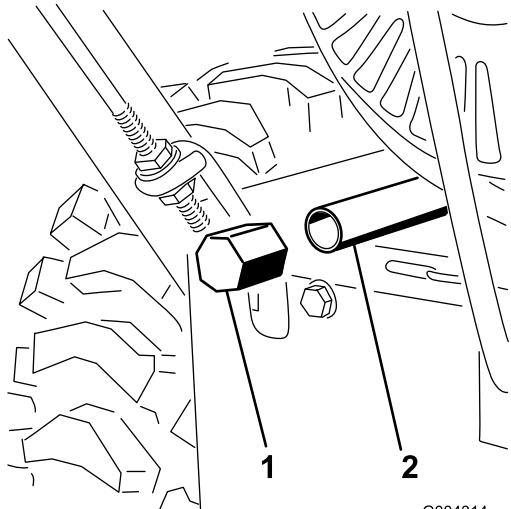

Bild 26
3. Reinigen Sie den Bereich um die Ablassschraube (Bild 26)
4. Schieben Sie eine Ölwanne unter den Ablassstutzen und entfernen Sie die Ölabblassschraube (Bild 26).